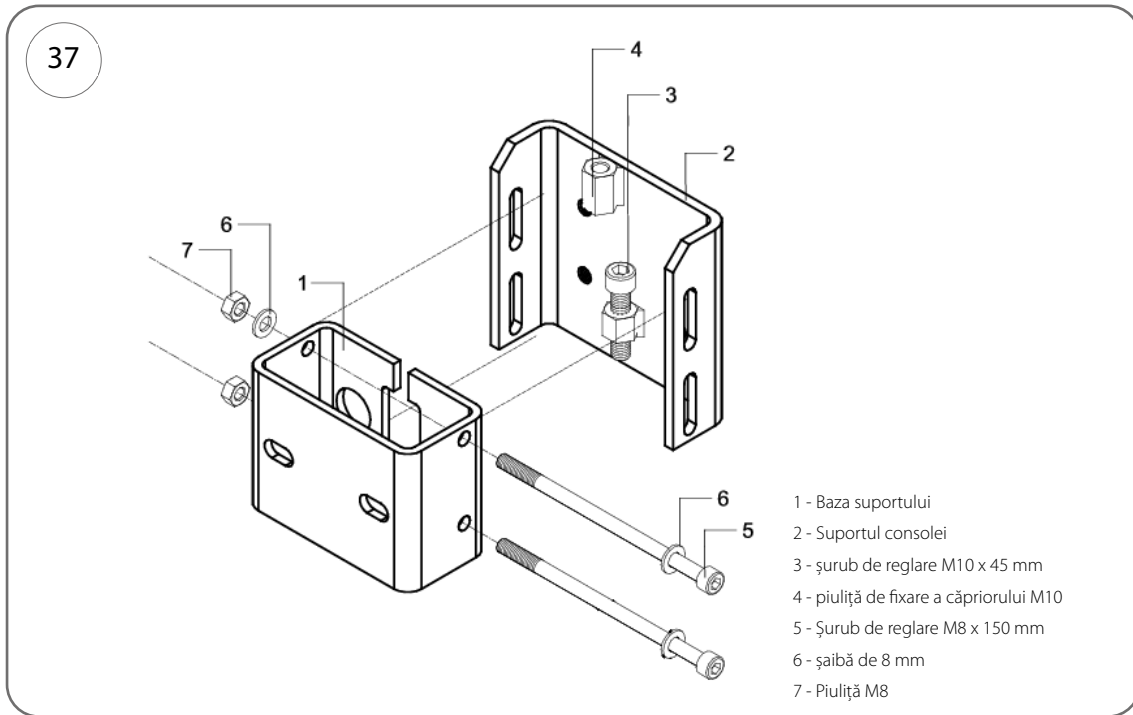
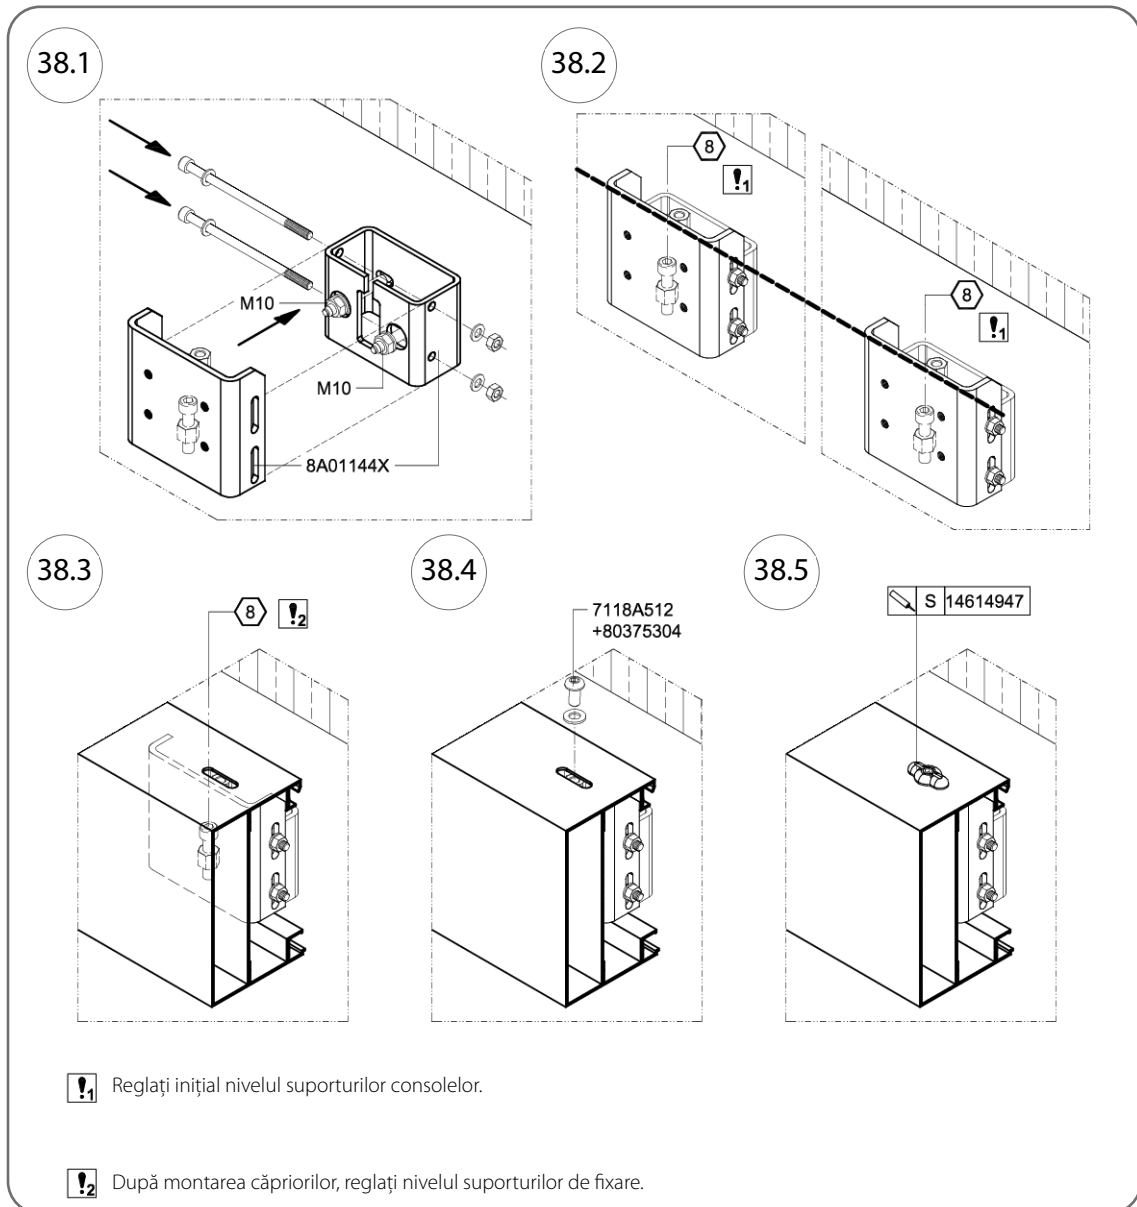

Fig. 37
Fig. 38
6. Fixați definitiv căpriorii prin înșurubarea șuruburilor M10 x 20 mm cu șaibe (nr. cat. 7118A512+80375304, Fig. 38.4) în piulițe (4), așa cum se arată în Fig. 37 și Fig. 38.
2. Scoateți șuruburile M8 x 150 mm din suportul 8A01144X [vezi Fig. 37 – nr. componentă (5)].
3. Așezați baza consolei [vezi Fig. 37 – nr. element (1)] pe ancorele de perete și fixați-o cu piulițe și șaibe M10.
4. Treceți 4 șuruburi M10 x 20 mm prin orificiile din grinda și din fiecare placă și înșurubați-le în suportul consolei [vezi Fig. 37 – nr. articol 2)].
5. Montați suportul consolei (2) și fixați-l de bază (1) folosind șuruburi M8 x 150 mm (5).
6. Introduceți 4 șuruburi M10 x 20 mm prin orificiile din șipcă și din fiecare panou și înșurubați-le în consolă (2).